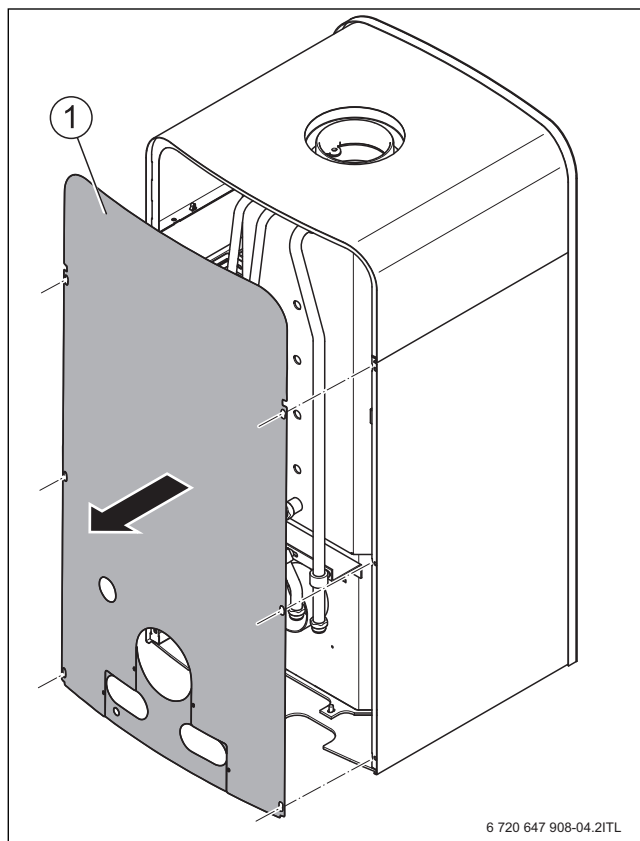

Bild 9 Rückwand entfernen
- ▶ Hintere Verkleidung demontieren (→ Bild 9, Seite 12).